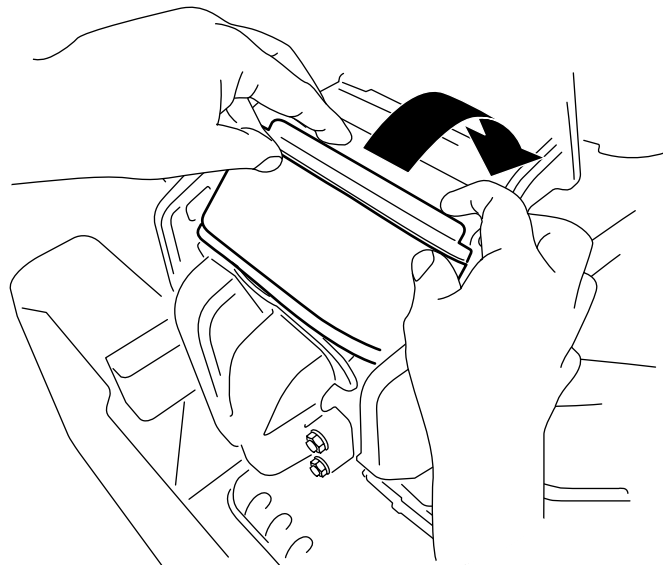

Рисунок 38
3. Поверните фильтр вниз в камеру и прижмите его к коллектору так, чтобы он полностью сел на место (**Рисунок 38**).